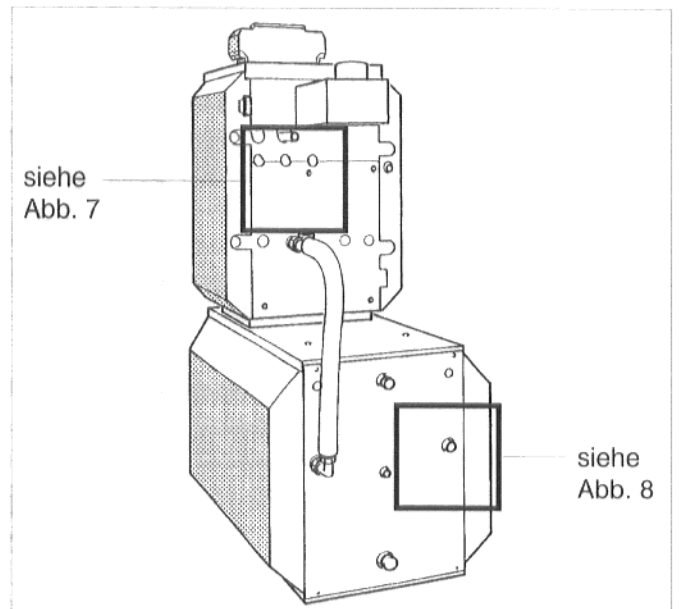

Abb. 6: Rückansicht, Rücklaufverbindung montiert
- O-Ring in die Nut des Doppelnippels einlegen und Doppelnippel in den Speichervorlauf am Kessel einschrauben (Abb. 6 und 7).
- Flachdichtung in die Überwurfmutter des längeren Metallwellschlauchs einlegen, Metallwellschlauch vorformen und am Doppelnippel festschrauben (Abb. 6 und 7).
- Flachdichtung in die Überwurfmutter des Rückschlagventils einlegen und Rückschlagventil am Speichervorlauf festschrauben (Abb. 6 und 8).
- Flachdichtung für die Pumpe ($\varnothing 44 \times 28 \times 2$) in die andere Überwurfmutter des Rückschlagventils einlegen und Speicherladepumpe mit der Fließrichtung nach unten am Rückschlagventil festschrauben (Abb. 6 und 8).
- Die zweite Flachdichtung für die Pumpe ($\varnothing 44 \times 28 \times 2$) in das Reduzierstück einlegen und Reduzierstück am Saugstutzen der Speicherladepumpe festschrauben (Abb. 6 und 8).
- Flachdichtung in die zweite Überwurfmutter des Metallwellschlauchs einlegen und Metallwellschlauch am Reduzierstück festschrauben (Abb. 6 und 8).